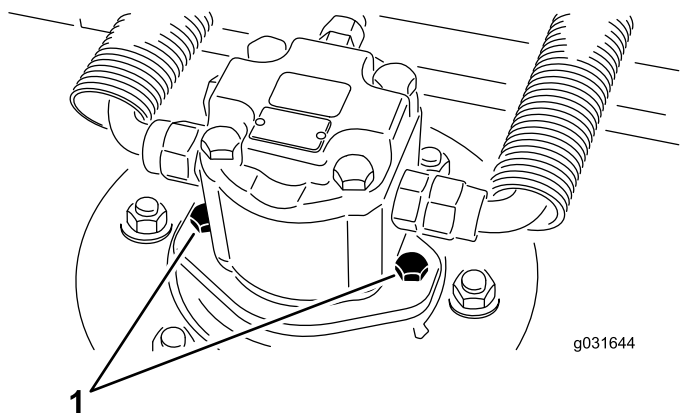

图 67
2. 卸下液压马达安装螺丝从剪草刀盘上断开并拆除液压马达 图 67。
4. 使用液压马达安装螺丝将液压马达安装到刀盘上 图 67。